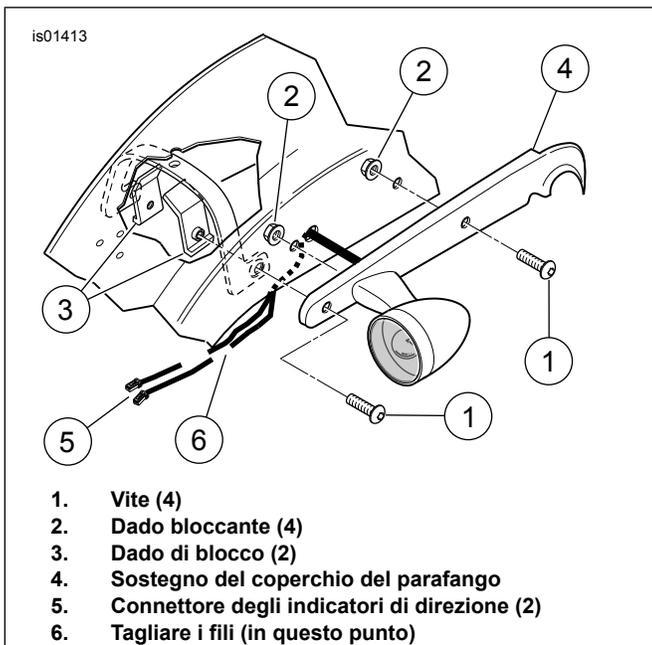

Figura 1. Rimozione del sostegno del parafango posteriore
3. Vedere la Figura 1. Per accedere al connettore Amp Multi-lock, è necessario rimuovere la lente della luce posteriore. Scollegare i connettori per ciascun indicatore di direzione e spingerli in basso, attraverso l'apertura nella luce posteriore e nel parafango.
5. Vedere la Figura 1. Rimuovere e gettare via le viti a testa bombata anteriori e posteriori (1), i due dadi bloccanti (2) e i dadi di blocco (3) della parte inferiore del parafango dai coperchi di sostegno destro e sinistro del parafango posteriore.